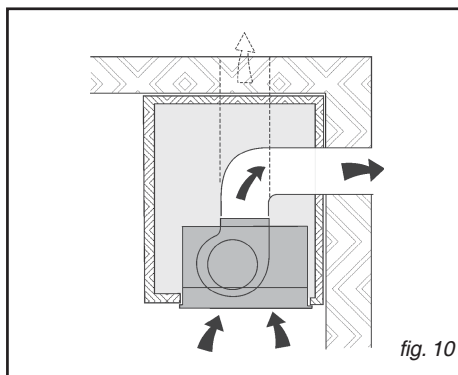

fig. 10
- Raccordez le tuyau pour l'évacuation de l'air à la bride de sortie de l'air de la hotte (Fig. 10): utilisez un tuyau souple et bloquez le sur la sortie de l'air à l'aide d'un collier métallique (le tuyau et le collier ne sont pas fournis).